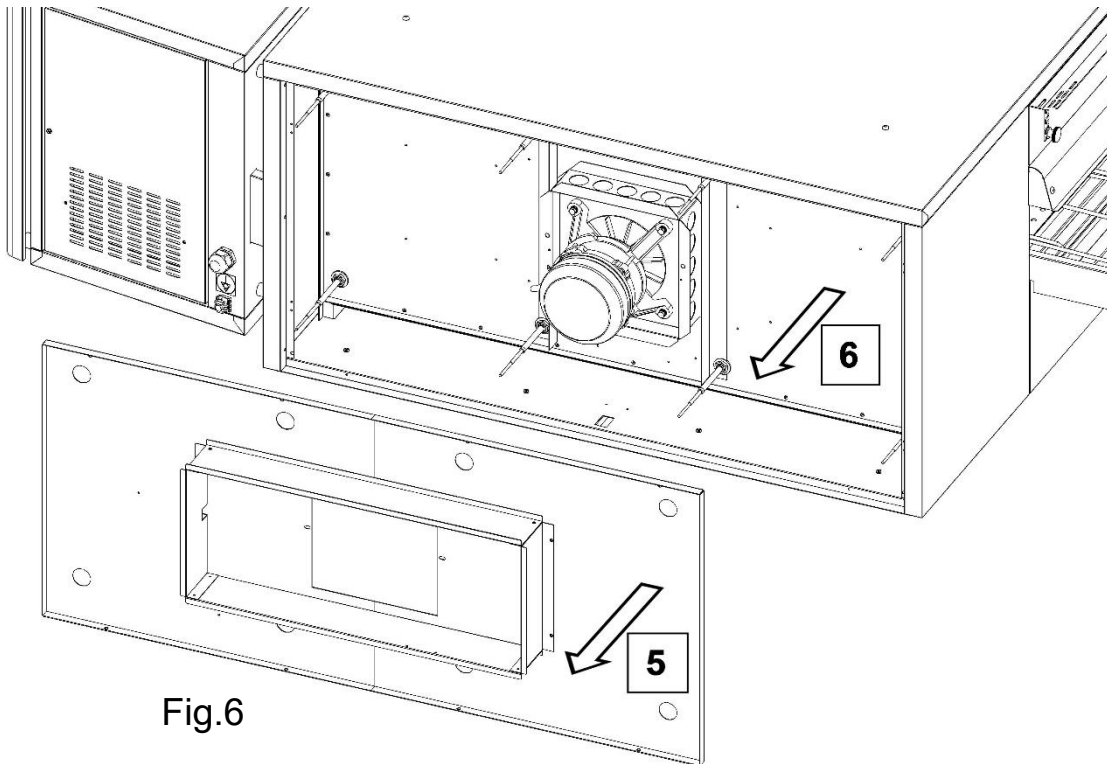

Fig.6
5. Die Gehäusebleche und das Isoliermaterial entfernen (Abb.6).
6. Die Motorblende abnehmen (Abb.6).
Alternativ dazu können Sie durch Tippen auf das Tastatursymbol den Bildschirm zum direkten Auswählen des gewünschten Wertes aufrufen (Abb. 6). Bestätigen Sie mit dem Häkchen oder Flag. Verwenden Sie das Symbol „X“, um die Auswahl aufzuheben.